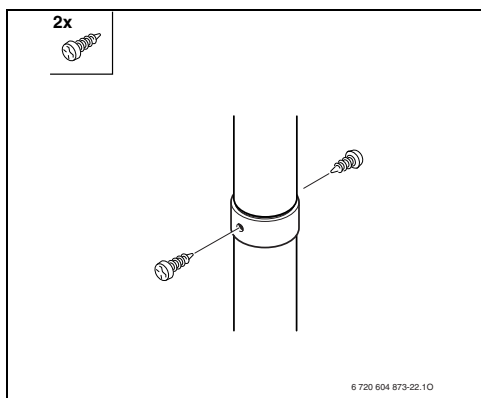

Рис. 38
- ▶ Закрепите соединение винтами из комплекта поставки (Рис. 38).